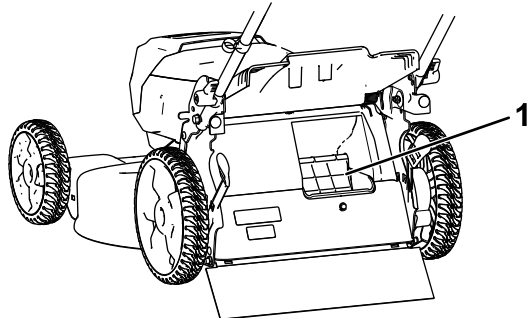

Figura 15
**Importante:** Para asegurar un funcionamiento correcto, retire cualquier recorte de hierba y otros residuos de la tapa de ensacado a demanda y del hueco adyacente (Figura 15) antes de mover la palanca de ensacado a demanda de una posición a la otra.